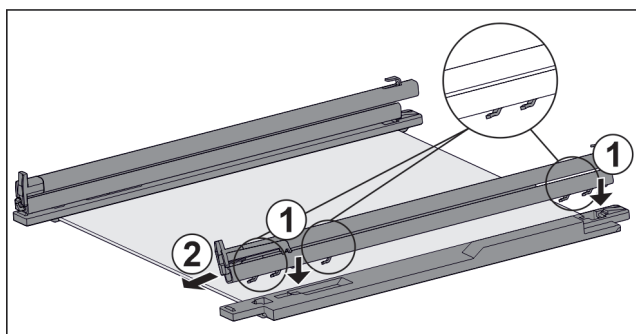

Fig. 69 Ripiano in vetro con guide e fermi
- Inserire il gancio della guida sulle aperture del **gancio** sinistro. Fig. 69 (1)
- Tirare la guida in avanti. Fig. 69 (2)
- Inserire il gancio della guida nelle aperture del **gancio** destro. Fig. 69 (1)